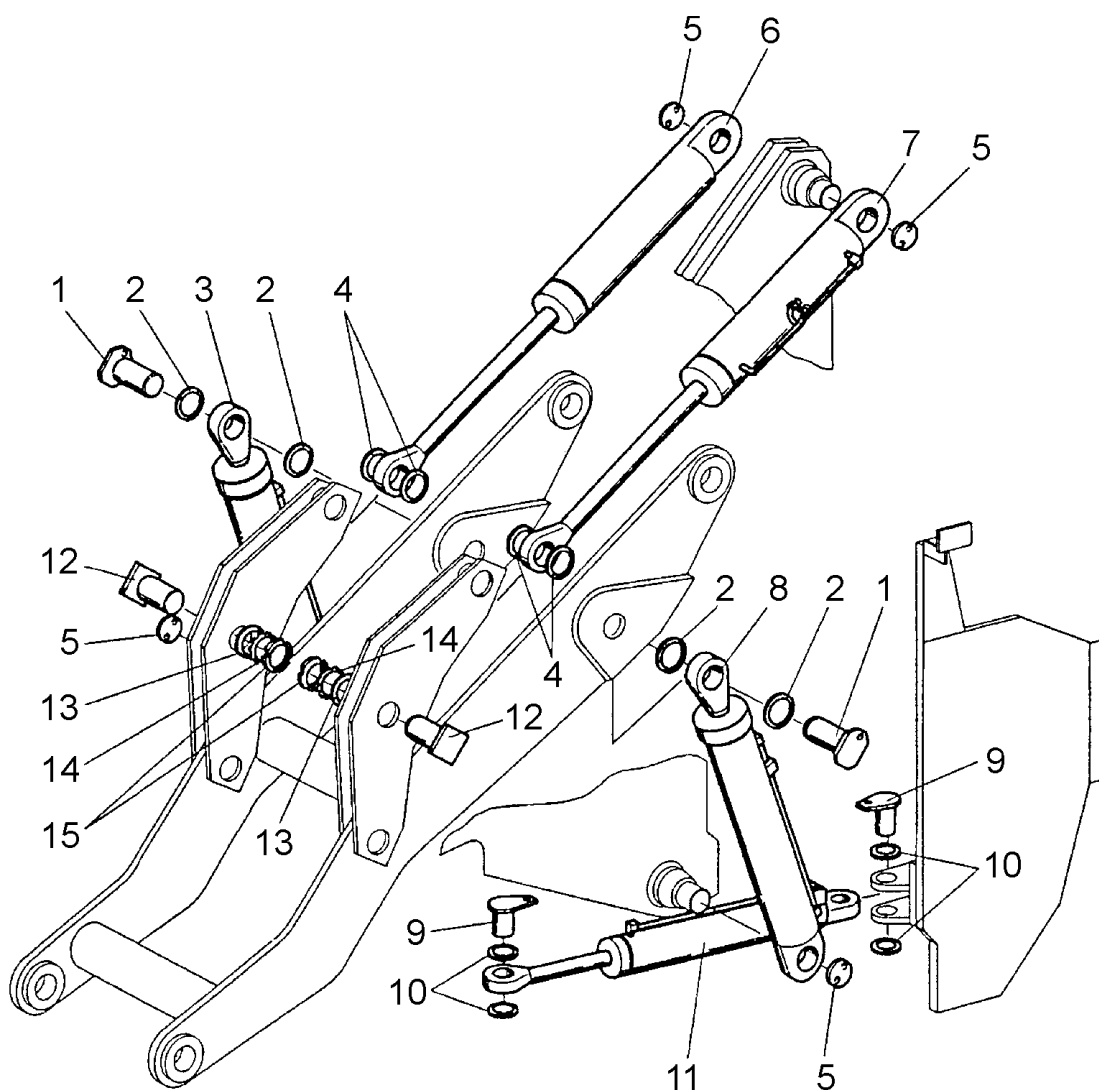

Рис. 10С.1. Крепление гидроцилиндров на машине
2. ОПИСАНИЕ И ДЕЙСТВИЕ (Рис. 10С.1.)
Спецификация к Рис. 10С.1.